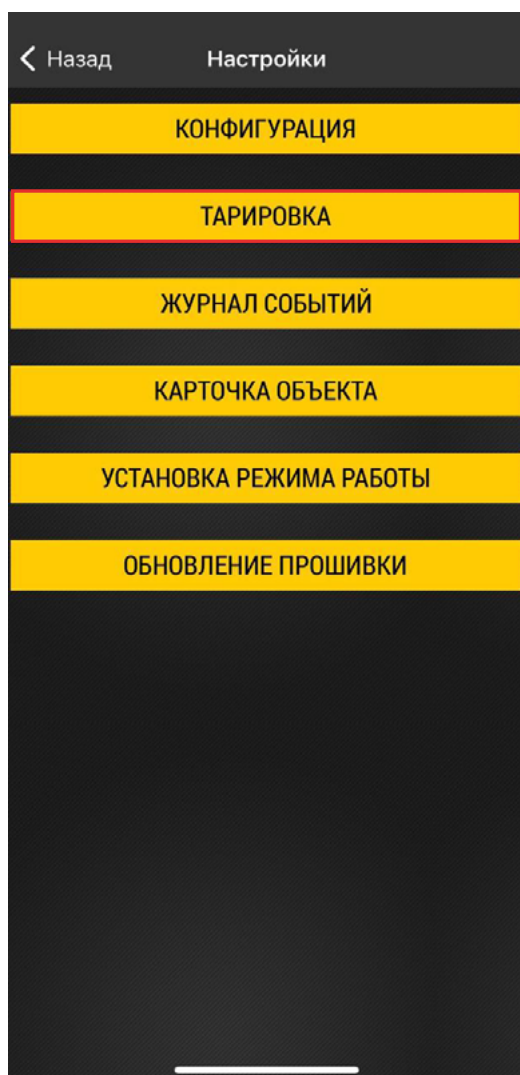
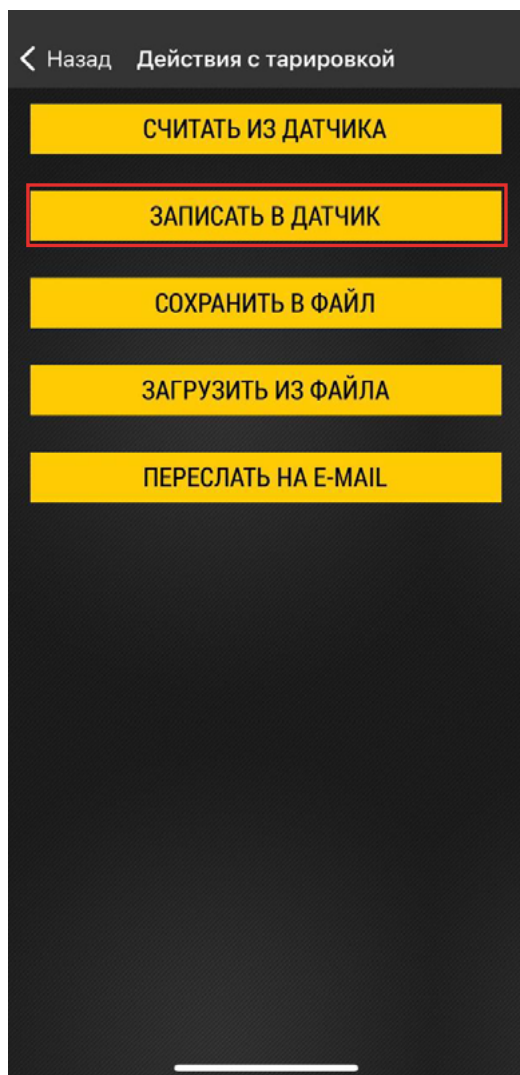

Рис.34. Рабочий экран.
Рис.36. Запись в датчик.
- На рабочем экране нажмите «Настройки», а затем «Тарировка» (**Рис.34**). Откроется экран тарировки датчика.
- Далее нажмите кнопку «Действия с тарировкой» на экране тарировки (**Рис.34**), а затем нажмите на кнопку «Записать в датчик» (**Рис.36**). После этого тарировочная таблица будет записана в устройство.